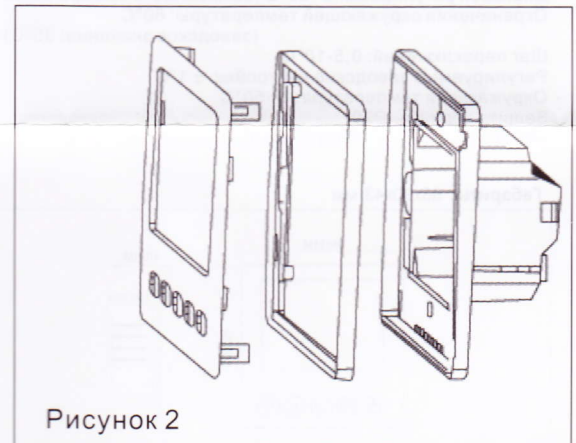

Рисунок 2
3. Снимите заднюю панель в соответствии с рис.2, разъединив разъем на шлейфе индикатора.